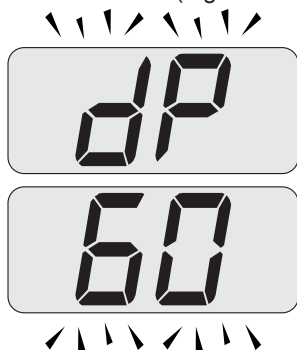

Figura 9.24
- Premendo ulteriormente il tasto 18 è possibile variare nuovamente la potenza in modalità spazzacamino: con visualizzazione sul display LCD delle lettere **dP** che si alternano con il valore di temperatura dell'acqua di riscaldamento (es. **60**), siamo "funzione spazzacamino" alla potenza massima in sanitario" (Figura 9.24);